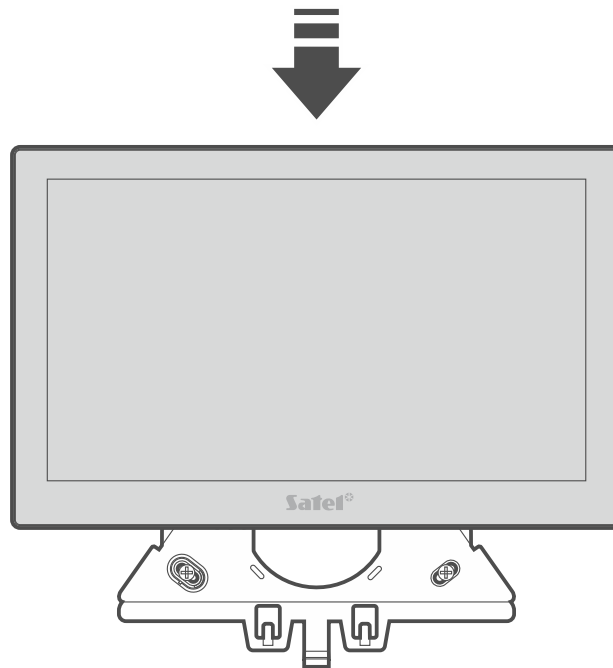

Abb. 4. Montage des Bedienteils an der Halterung.
8. Montieren Sie das Bedienteil an der Halterung (Abb. 4).
10. Montieren Sie das Bedienteil an der Halterung (Abb. 4).